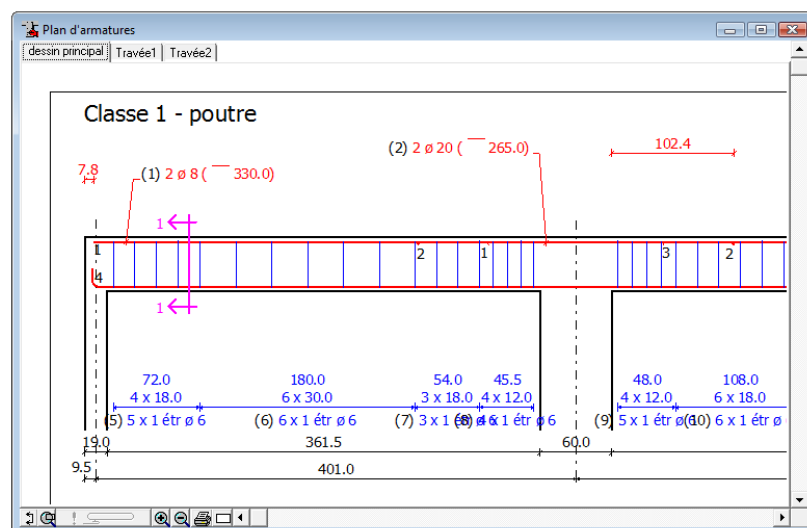
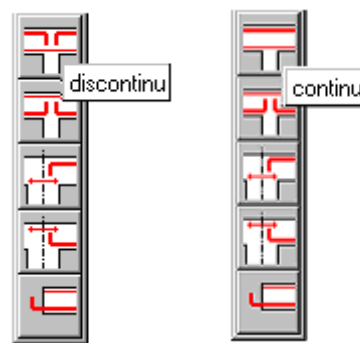

fig. 44: Plan d'armatures - tolérances des barres changées
fig. 45: Barres continues ou discontinues aux appuis
Si vous souhaitez par exemple que les barres de l'armature supérieure soient continues aux appuis, sélectionnez la première icône de la palette illustrée à la fig. 7, à l'aide de la souris. Lorsque vous avez appuyé sur le bouton de la souris, une indication s'affiche (fig. 45). Si vous sélectionnez l'option "**continu**", l'armature supérieure est automatiquement recalculée et les barres (2) et (3) de la fig. 44 sont remplacées par une seule barre (2). La numérotation des autres barres suit automatiquement. Le plan de ferrailage est alors identique à celui illustré à la prochaine figure: